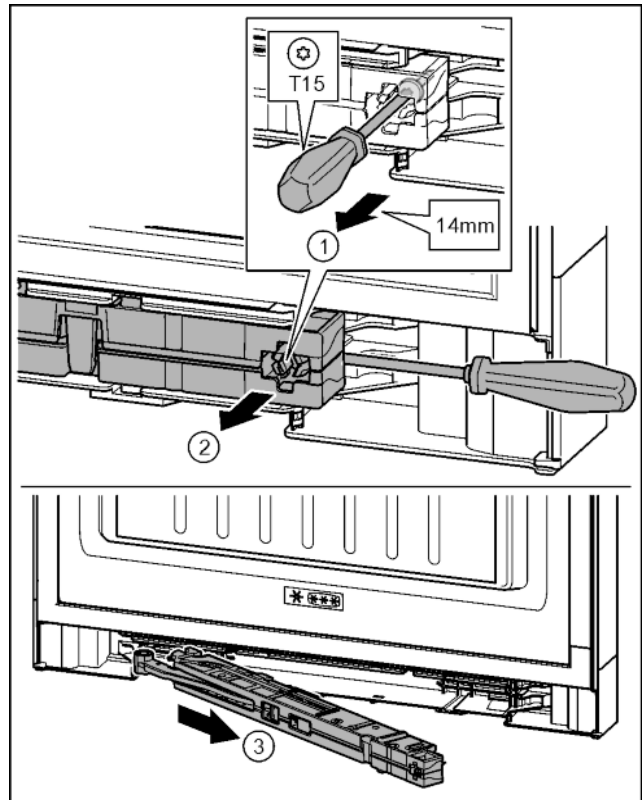

Fig. 16
- ▶ Šroub na jednotce tlumiče zavírání povolte šroubovákem T15 o cca 14 mm. Fig. 16 (1)
- ▶ Šroubovákem na straně madla zajed'te za jednotku tlumiče zavírání. Otočte jednotku dopředu. Fig. 16 (2)
- ▶ Vytáhněte jednotku. Fig. 16 (3)